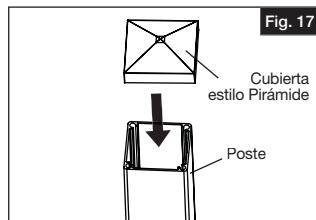

Fig. 17
- Instalar la cubierta de poste estilo pirámide en cada poste (Fig. 17).